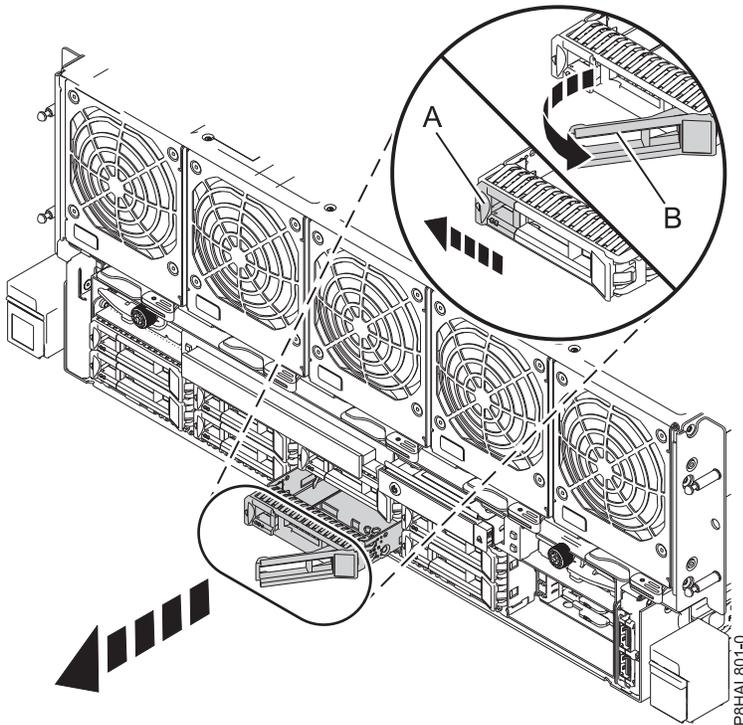

Abbildung 32. Plattenlaufwerk ausbauen - System vom Typ 8408-44E oder 8408-E8E
3. Wenn die Kennzeichnungs-LED blinkt, entriegeln Sie den Griff des Laufwerks (**B**), indem Sie die Verriegelung (**A**) zusammendrücken und zu sich hin nach außen ziehen. Siehe Abb. 32. Wird der Griff nicht ganz nach außen gezogen, lässt sich das Solid-State-Laufwerk nicht aus dem System schieben.